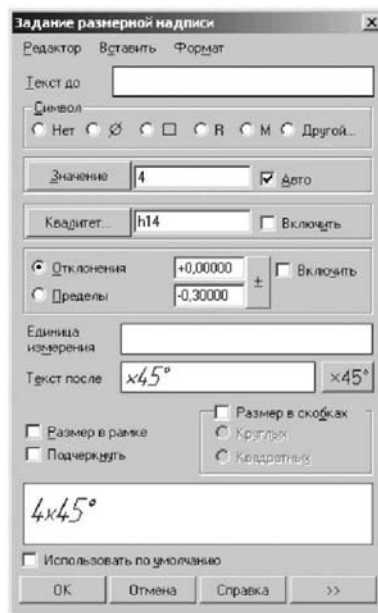

Рисунок 4.18 Діалогове вікно **Завдання розмірного напису** у стані настроювання напису для фаски
- клацніть у діалоговому вікні **Задание размерной надписи** в рядку **Текст после** по кнопці із зображенням **x45**. У поле перегляду після лінійного розміру **4** з'явиться значення **x45**. Це стан діалогового вікна **Задание размерной надписи** показане на рис. 4.18;